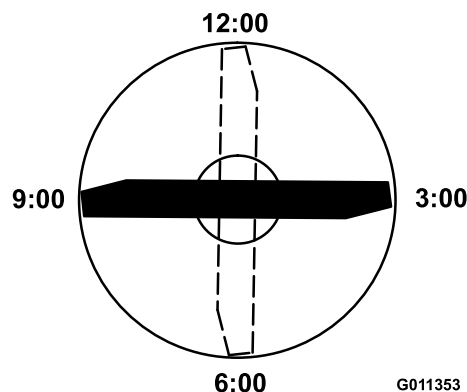

Figure 122
4. Positionnez le tranchant de l'extrémité marquée à la position 12 heures (droit devant dans la direction de la tonte) (Figure 122) et mesurez la hauteur de la surface plane au tranchant de la lame.
5. Tournez l'extrémité marquée de la lame aux positions 3 et 9 heures (Figure 122) et mesurez les hauteurs respectives.